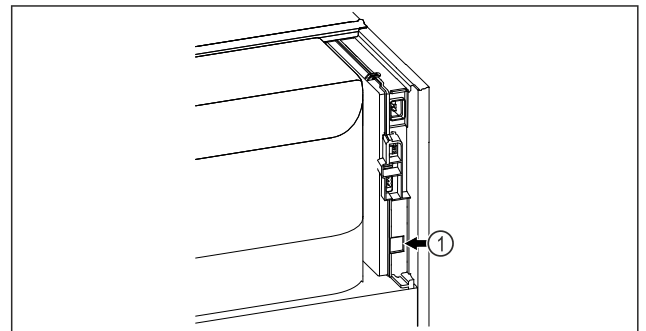

Fig. 100
- SmartModule Fig. 100 (1) on asennettu.